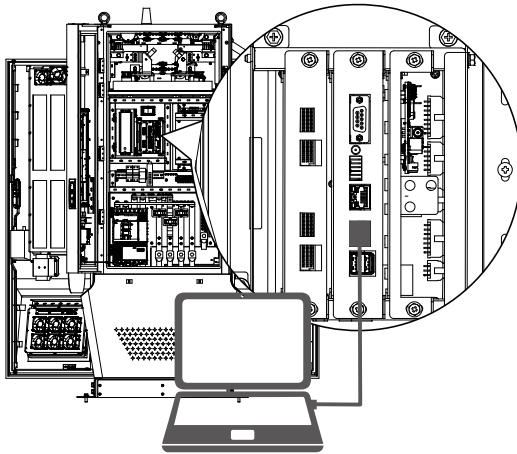

Abbildung 30. RJ45-Anschluss
- Schließen Sie ein RJ45-Kabel an. Siehe Abbildung 30.